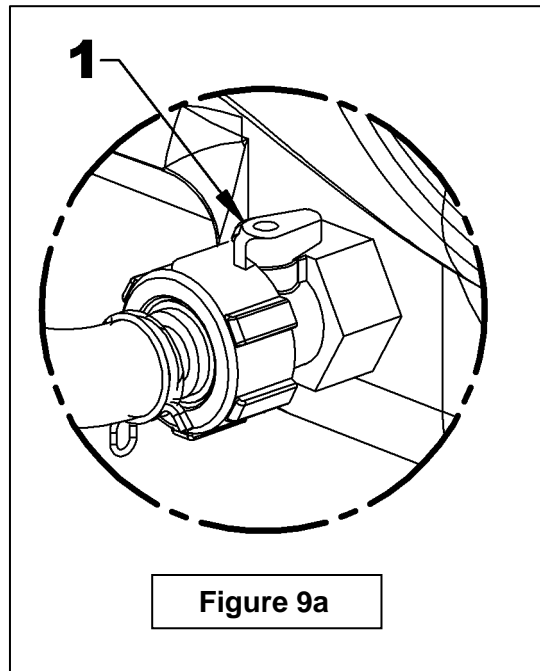

Figure 9a
4. **Figure 9a:** Ouvrir la valve à la sortie du réservoir (item 1).